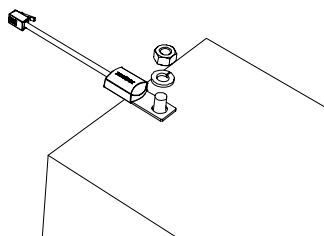

Figura 2-14 Instalación del sensor BTS en un terminal de la batería
3. Conecte el terminal de anillo del BTS directamente al terminal negativo de la batería (método recomendado) o bien utilice el dorso adhesivo del sensor para sujetarlo a cualquiera de los lados de la batería que se desea monitorizar. Véase la Figura 2-14.